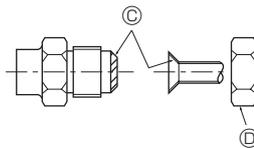

Fig. 4-1
### 4.2. Соединение труб (Fig. 4-1)
- ① (Fig. 4-1)
- ② (Fig. 4-1)